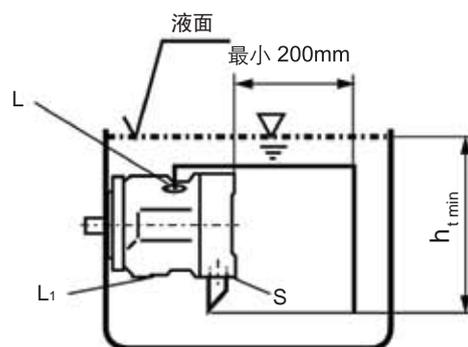

图3
- 当油箱的最低液面在泵顶端之上时，把“L1”口堵住，“L”口须配管，“S”口也建议配管（参见图 3）。